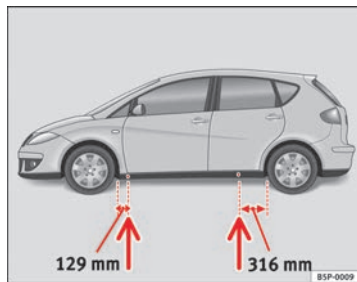

Abb. 177 Aufnahme-
- Suchen Sie den Aufnahmepunkt am Unterholm, der dem zu wechselnden Rad am nächsten liegt ⇒ Abb. 177.
Am Unterholm kennzeichnen jeweils vorn und hinten Eindrückungen die Stellen, an denen der Wagenheber angesetzt werden darf ⇒ Abb. 177. Es gibt für jedes Rad genau eine Stelle. An anderen Stellen darf der Wagenheber nicht angesetzt werden.